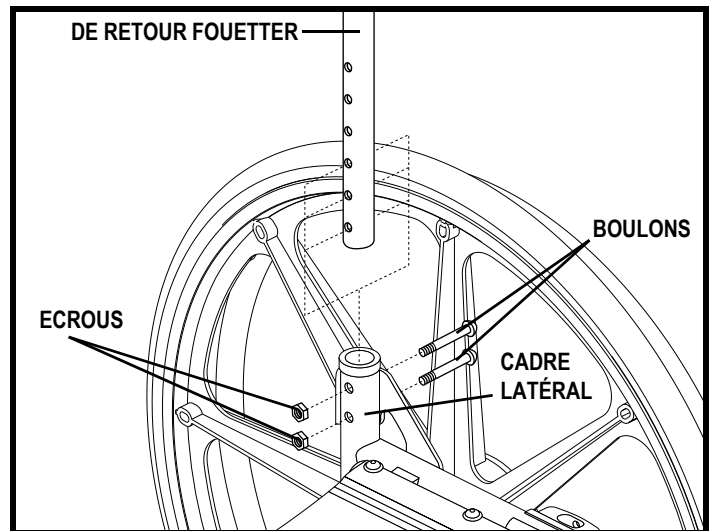

Figure 27. Réglages hauteur du dossier
Vous pouvez régler le dossier à l'une des deux hauteurs différentes. La plage de réglage est de 5 cm (2 po) en incréments de 2.5 cm (1 po). **Voir la figure 27.**
1. Enlevez la vis et l'écrou sur le haut de la canne et desserrez la vis située au bas du montant. **Voir la figure 27.**